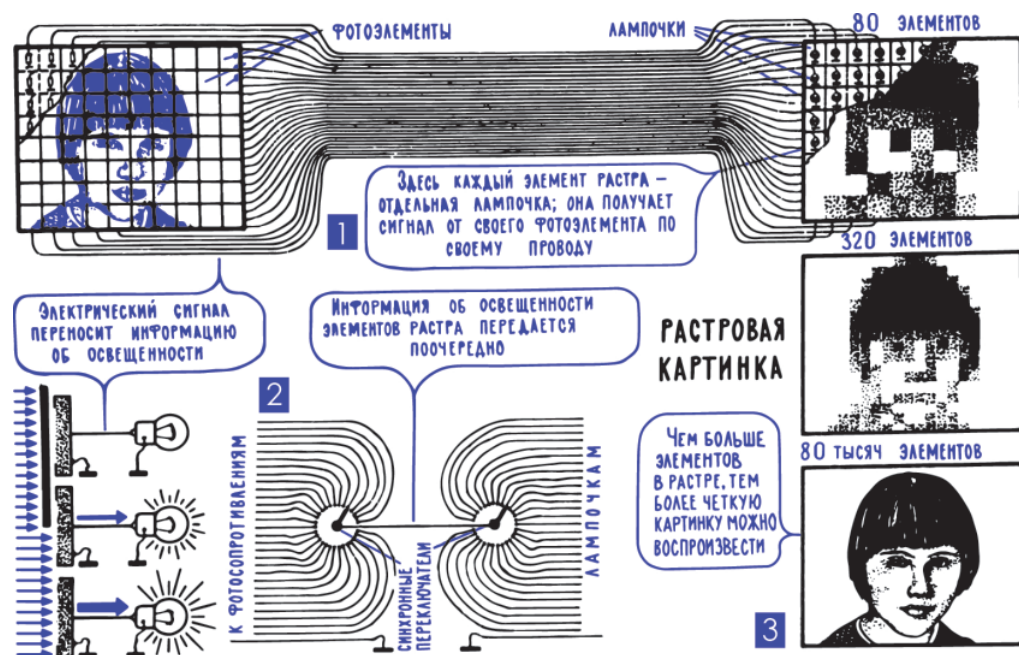
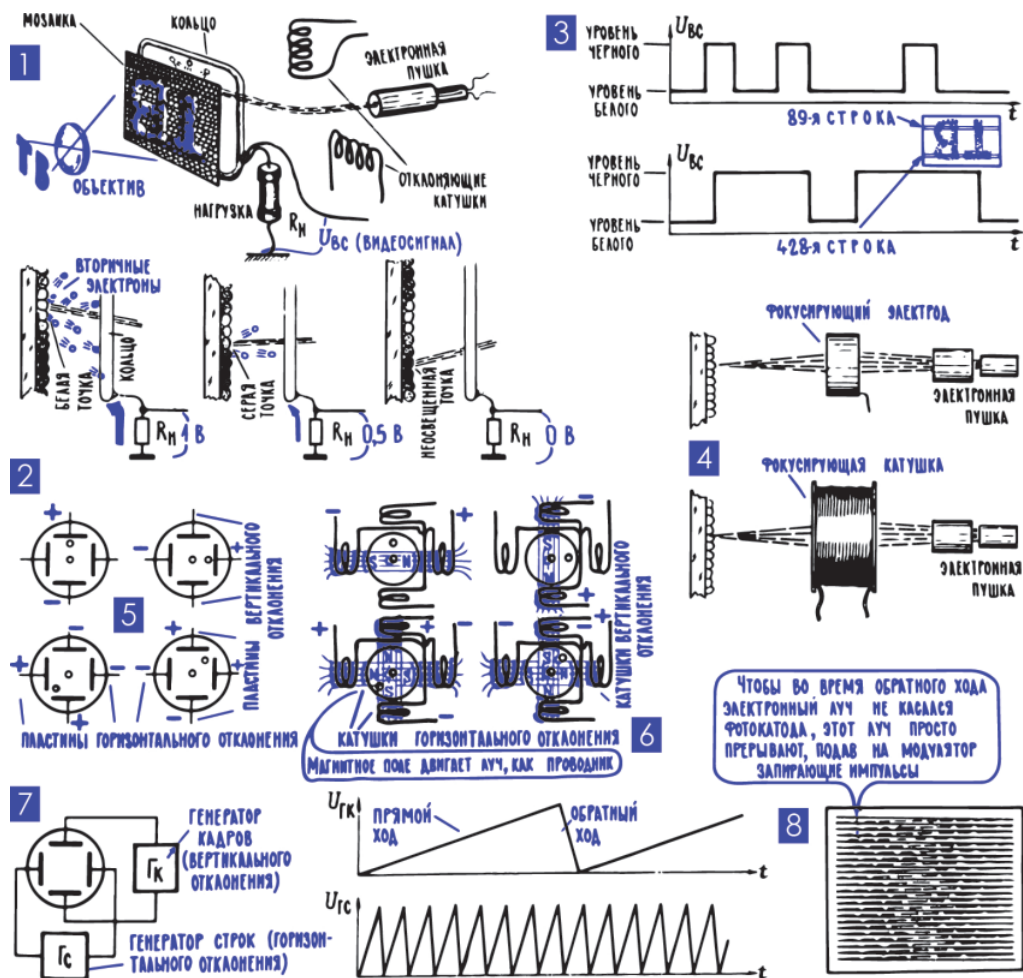

Рис. 13.6. Передача картинки с помощью электрического сигнала
Рис. 13.7. Простейшая передающая телевизионная трубка – иконоскоп
*9. Любую картинку можно представить как набор точек с различной яркостью.* Любую картинку, которую мы видим, можно представить себе как сложную мозаику из мельчайших светящихся точек, как некоторое количество отдельных источников света различной яркости, определенным образом расположенных в пространстве (рис. 13.6). И передать такую картинку на большое расстояние – это значит в месте приема заставить светиться такое же количество светоизлучателей с таким же точно расположением в пространстве и с такой же яркостью, как это было у самой передаваемой картинки. Забудем пока о цвете и объеме, попробуем в мысленном эксперименте создать систему передачи плоской черно-белой (точнее, одноцветной, монохромной) картинки.
Одно из решений задачи – система из светочувствительного экрана с большим числом фотоэлементов и светоизлучающего экрана с большим числом источников света, например лампочек (рис. 13.6; 1). Фотоэлементы и лампочки в строгом порядке расположены на своих экранах и соединены между собой попарно: каждая точка светочувствительного экрана соединена с точно такой по месту расположения точкой светоизлучающего экрана. Поэтому по каждой линии связи в виде электрического сигнала передается информация о яркости одной из точек картинки. А все комплекты фотоэлемент – линия связи – лампочка воссоздают на светоизлучающем экране точечную копию картинки, изображение, сотканное из отдельных светящихся точек, или, иначе, растровое изображение (в оптике растром называют решетку, разбивающую картинку на элементы).
Растровая копия истинной картинке будет тем точнее, тем четче, чем больше элементов в растре (рис. 13.6; 3). Человеческий глаз может видеть очень мелкие детали картинки, и чтобы ее копию сделать неотличимой от сложного и четкого оригинала, нужно было бы иметь растр из десятков миллионов точек.
**10. Развертка изображения: элементы картинки передаются поочередно по одному каналу связи.** В современных системах передачи изображения, таких как телевидение или фототелеграф, картинка передается по одной линии связи. Сама идея передачи картинки по одному проводу чрезвычайно проста: информация о яркости элементов изображения передается поочередно – сначала на приемном экране воссоздается яркость одной точки, затем другой, потом третьей и т. д. (рис. 13.6; 2). Для этого на передающей и на приемной сторонах имеются переключатели, коммутаторы, которые подключают к линии связи сначала одну пару фотоэлемент–лампочка, затем другую, потом третью, четвертую, пятую... В итоге в линию идет серия электрических сигналов, и каждый из них несет информацию о яркости одной из точек картинки. Чтобы такая система работала четко, необходимо выполнить два условия.
**11. Передающая телевизионная трубка: большое количество фотоэлементов, поочередно включаемых электронным лучом.** На рис. 13.7; 1 очень упрощенно показано устройство одной из разновидностей передающей телевизионной трубки – иконоскопа. Ее основа – мозаичный фотокатод, пластинка, покрытая мельчайшими светочувствительными серебряно-цезиевыми крупинками, каждая из которых фактически представляет собой микроскопический фотоэлемент. Картинка, которую нужно превратить в серию электрических сигналов, с помощью объектива проецируется на светочувствительную мозаику фотокатода. При этом каждая крупинка-фотоэлемент получает свою порцию света и, как полагается фотоэлементу, создает свою электродвижущую силу, пропорциональную освещенности: чем больше света падает на крупинку-фотоэлемент, тем большую ЭДС она вырабатывает. В итоге на фотокатоде создается невидимая электрическая картинка, повторяющая картинку световую. И острый электронный луч, двигаясь по фотокатоду от одной его точки к другой, прочерчивает всю эту электрическую картинку и поочередно подключает крупинки-фотоэлементы к нагрузке. А значит, по мере движения луча по резистору нагрузки  $R_n$  идет ток, в котором отражена освещенность той или иной точки фотокатода. То есть по мере движения электронного луча происходит развертка изображения, по нагрузке идут серии электрических сигналов. Последовательно, точку за точкой они описывают на электрическом языке картинку, которую нужно передать (рис. 13.6; 2).
Следующий цикл обработки электронного потока – фокусировка, собирание электронов в узкий луч, который сходится в точку на самом светочувствительном экране. Фокусировка бывает электростатическая и магнитная. В первом случае используется то, что электрон обладает отрицательным зарядом и его можно смещать в пространстве, действуя электрическим полем – «плюс» подтягивает электроны к себе, «минус» их отталкивает. Для электростатической фокусировки в трубку вводится еще один фокусирующий электрод (рис. 13.7; 4). На него подается некоторое постоянное напряжение, и оно вместе с напряжениями на других электродах так отклоняет движущиеся электроны, чтобы луч сфокусировался, сжался в точку в самой плоскости фотокатода.
В системах магнитной фокусировки используется то, что движущийся заряд обладает магнитным полем (гл. 5: 1), а значит, на него можно влиять внешним магнитным полем. Фокусирующая катушка расположена снаружи трубки, она изгибает траекторию электронов совсем не так, как фокусирующий электрод, но конечный результат получается таким же (рис. 13.7; 4). Точную фокусировку можно получить, меняя внешнее магнитное поле, то есть меняя ток в фокусирующей катушке.
Следующая операция – отклонение луча в пространстве, она также осуществляется с помощью электрических или магнитных полей. В телевизионных системах производится строчная развертка изображения; луч строку за строкой прочерчивает экран в горизонтальном направлении, постепенно смещаясь вниз. Чтобы перемещать электронный луч, достаточно иметь две системы отклонения – горизонтальную и вертикальную (рис. 13.7; 5, 6). Первую из них называют строчной разверткой, вторую – кадровой разверткой. В трубках с электростатическим отклонением имеются две пары пластин (рис. 13.7; 5); меняя напряжение, которое к ним прикладывается, можно перемещать луч вверх-вниз и влево-вправо. Точно так же магнитное отклонение луча осуществляется расположенными вне трубки отклоняющими катушками (рис. 13.7; 6): меняя в них ток, меняют и магнитное поле, отклоняющее электронный луч (см. рис. 5.6).
**13. Генераторы кадровой и строчной развертки дают пилообразные напряжения разной частоты.** Для отклонения луча в комплекте с трубкой согласованно работают два генератора – кадровый и строчный. Первый из них дает меняющееся напряжение, которое сравнительно медленно сдвигает луч сверху вниз, второй дает меняющееся напряжение, которое заставляет луч сравнительно быстро двигаться справа налево, прочерчивать строку за строкой. Чтобы луч двигался равномерно и всем точкам фотокатода уделял одинаковое внимание, задерживался на каждой из них одно и то же время, нужно, чтобы к отклоняющим пластинам подводилось пилообразное, то есть равномерно нарастающее, напряжение (рис. 13.7; 7).
Иконоскоп в принципе не изменил нашу первую систему преобразования световой картинки в электрические сигналы (рис. 13.6; 2); и в том, и в другом случае использовался один и тот же физический процесс, просто фотоэлементы перестали быть самостоятельными деталями, а превратились в мельчайшие светочувствительные точки на фотокатоде. Что же касается приемного светоизлучающего экрана, то здесь не отделаешься простым уменьшением лампочек накаливания.
**16. С увеличением числа строк возрастает четкость картинки, однако одновременно сильно расширяется спектр телевизионного сигнала.** Тот факт, что четкость изображения зависит от числа строк, не требует, по-видимому, особых пояснений: чем больше строк прочерчивает луч в иконоскопе, а значит, и в кинескопе, тем тоньше каждая строка и тем более мелкие детали картинки могут быть переданы (рис. 13.6). В разных странах существуют разные телевизионные стандарты, выбрано разное число строк телевизионного раstra. В Великобритании, например, 405 строк, в США и Канаде – 525 строк, во Франции – 819 строк. В Советском Союзе, Венгрии, Польше, ГДР, Чехословакии, Болгарии и многих других странах стандартом установлено деление кадра на 625 строк.